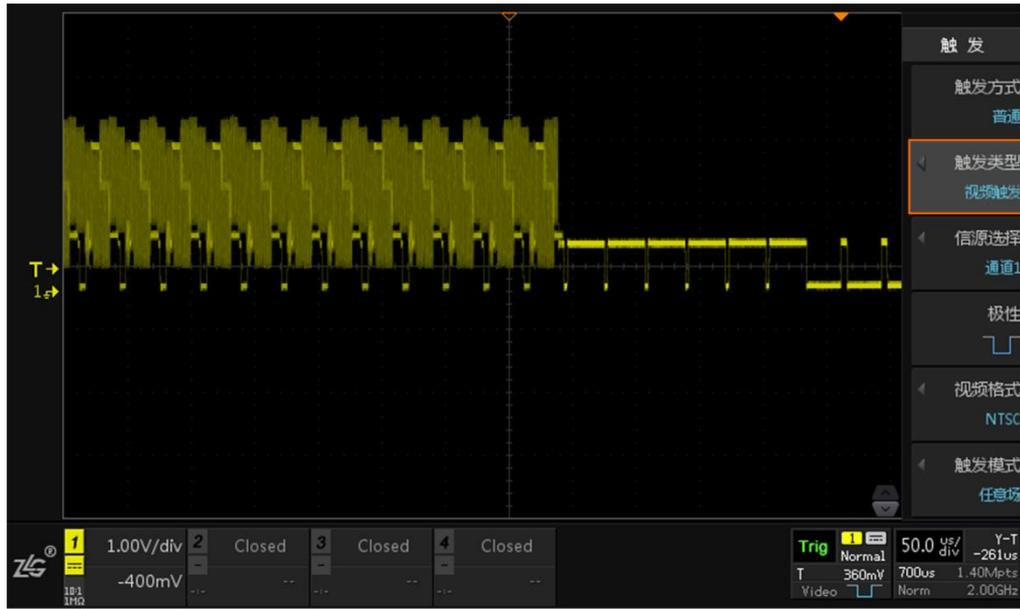

图 16.2 视频触发
- 3、点击【Trigger】进入触发菜单，触发类型选择“视频触发”，配置好通道源 CH1、负极性和 NTSC 视频格式等，并调节“触发电平偏移旋钮”将触发电平调至信号的负极性部分，可看到波形在负极性稳定触发并显示，如图 16.2 所示；